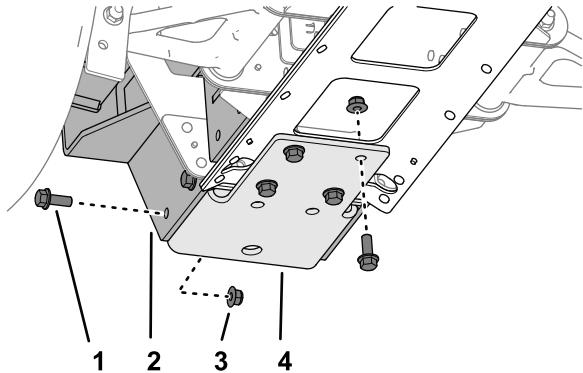
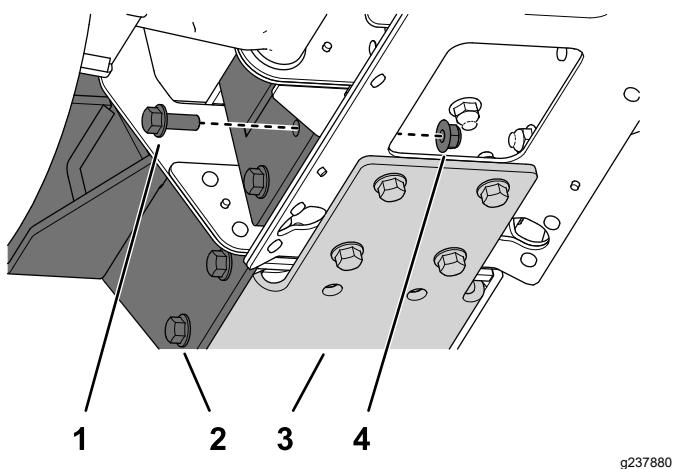

Figura 57
Figura 58
1. Montate il supporto del raccattapalle e la staffa inferiore sul canale del telaio anteriore e la piastra del canale centrale (Figura 57, Figura 58 e Figura 59) con i 14 bulloni flangiati ($\frac{3}{8}'' \times 1''$) e 14 dadi di bloccaggio flangiati ($\frac{3}{8}''$).